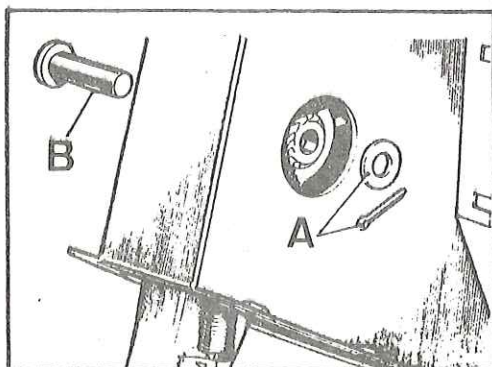

Fig. H-26 Soporte del pedal del freno
- 3.6. Extraer el pasador de aletas, arandela y el pasador del pivote del pedal de freno al acoplamiento del servofreno (Fig. H-26)